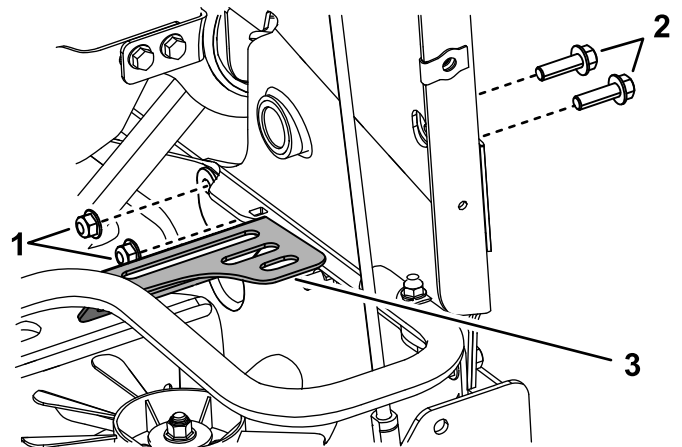

Figura 34
15. Retire los 2 pernos y las 2 tuercas del lado derecho de la máquina, y utilícelos para instalar el protector del ventilador (Figura 34). Apriete los pernos a 37–45 N·m (27–33 pies-libra).